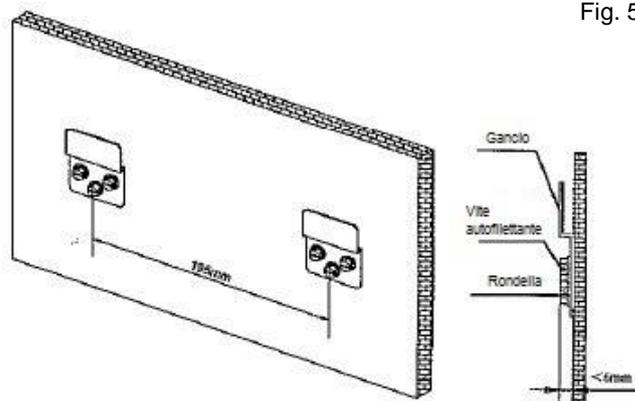

Fig. 5-3
- Fissare il gancio alla parete con viti autofilettanti. (Vedere Fig. 5-3)